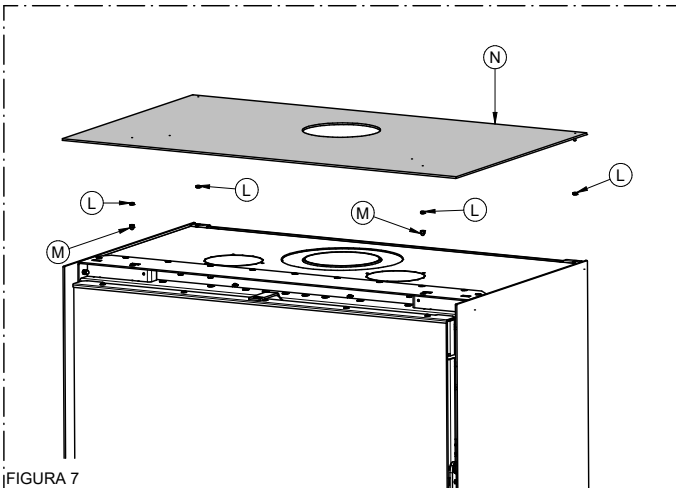

FIGURA 7
- 7) Utilizando el tornillo (I), realice 6 roscas M4 en los puntos indicados en la figura 7.